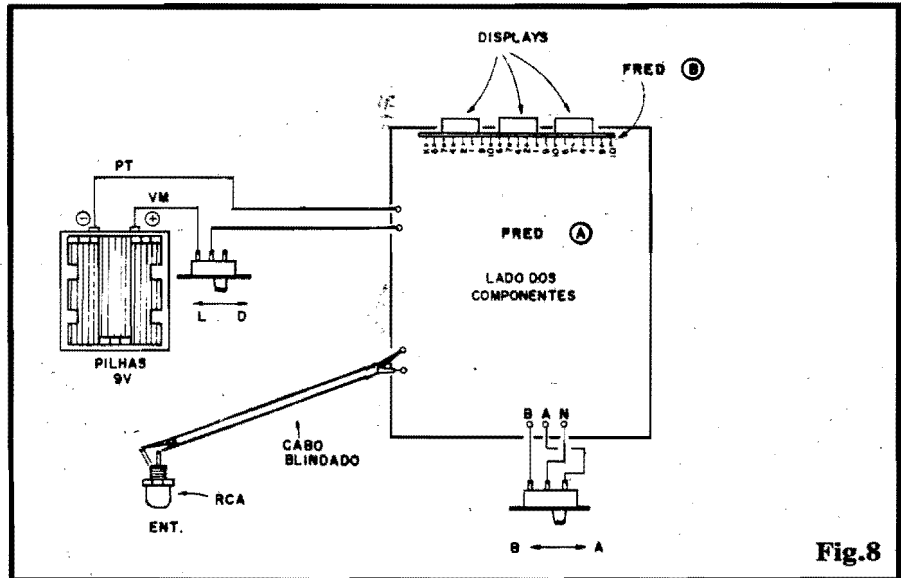

Fig. 8
- **FIG. 8 - CONEXÕES EXTERNAS** - Com as duas placas já devidamente "emendadas", restam as conexões externas, que são poucas e simples, mas ainda importantes... A figura mostra o conjunto sendo observado pelo lado dos componentes da placa A (placa B já anexada, conforme figura anterior...), enfatizando as ligações periféricas... Atenção aos seguintes pontos: polaridade da alimentação (sempre fio **vermelho** no **positivo** e fio **preto** no **negativo**, lembrem-se...?), conexões aos terminais da chave de faixas (a posição "B" é para a faixa mais "baixa" de Frequências, e a posição "A" para a faixa mais "alta"... e - finalmente - as ligações com cabo blindado ao jaque RCA